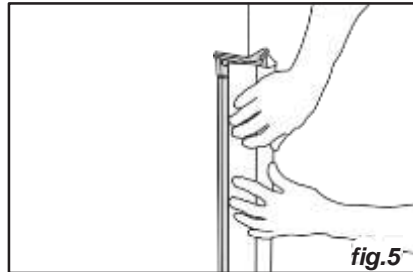

fig.5
- Por fim, encaixar o perfil de PVC posicionando uma extremidade do mesmo sobre o núcleo de alumínio em contacto com as tampas (fig.5).